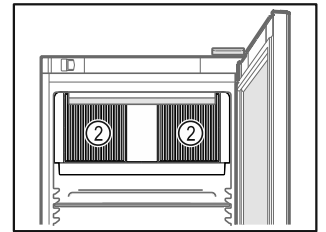

Fig. 48
- 内部循环风机的通风槽 Fig. 48 (2) 保持畅通。